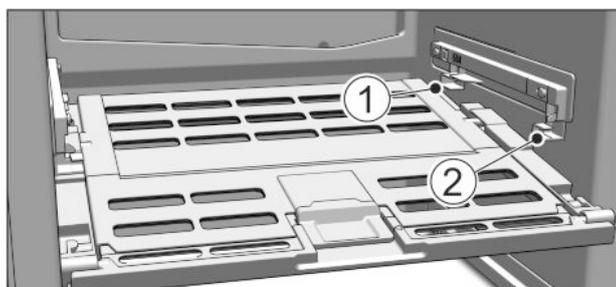

Fig. 74
- ▶ Umetanje poklopca ladice za voće i povrće: Uvedite zupce poklopca odozdo u stražnji držač Fig. 74 (1), a sprijeda umetnite u držač Fig. 74 (2) da uskoči.